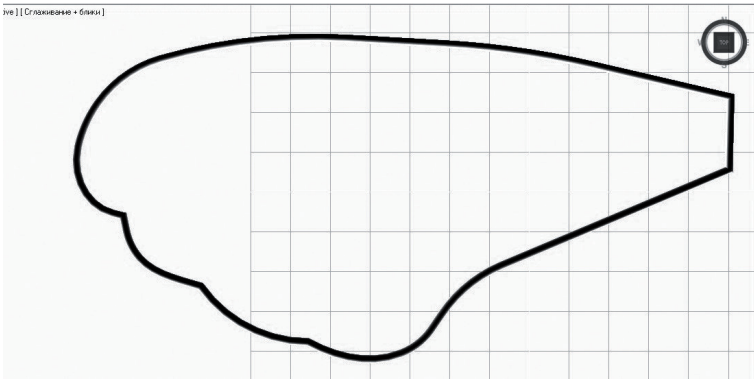

Рис. 11. Объемный вид крыла
2. При помощи редактирования вершин (на командной панели Изменить) придаем линии нужную форму. Применяем к ней модификатор Sweep (Панель меню → Модификаторы → Правка кусков → Sweep), выбираем в качестве **встроенного сечения** цилиндр с радиусом 1 см, после применяем модификатор Smooth (на командной панели Изменить → Список модификаторов → Smooth), чтобы объект выглядел более аккуратно (рис. 11).